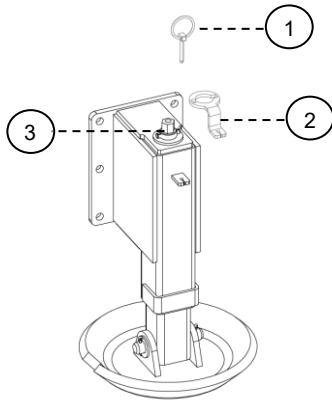
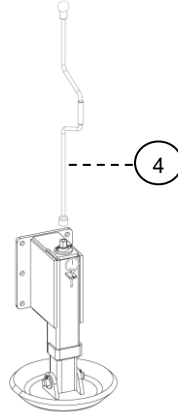
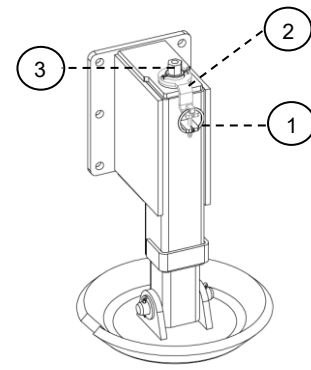

Abb. 8
Abb. 9
Abb. 10
Der UPX-Pflug ist mit zwei Stütztellern ausgestattet, die mittels einer Kurbel (Größe NV19) in die gewünschte Position gebracht werden können. Bauen Sie vor dem Einstellen der Höhe den Ringsplint (1) und das Schließblech (2) von der Einstellschraube (3) ab – siehe Abb. 8. Verstellen Sie die Höhe mithilfe der Kurbel (4) 360° = 5 mm – siehe Abb. 9. Bringen Sie nach dem Einstellen der Höhe das Schließblech (2) und den Ringsplint (1) wieder an, um die Einstellschraube (3) zu fixieren – siehe Abb. 10.